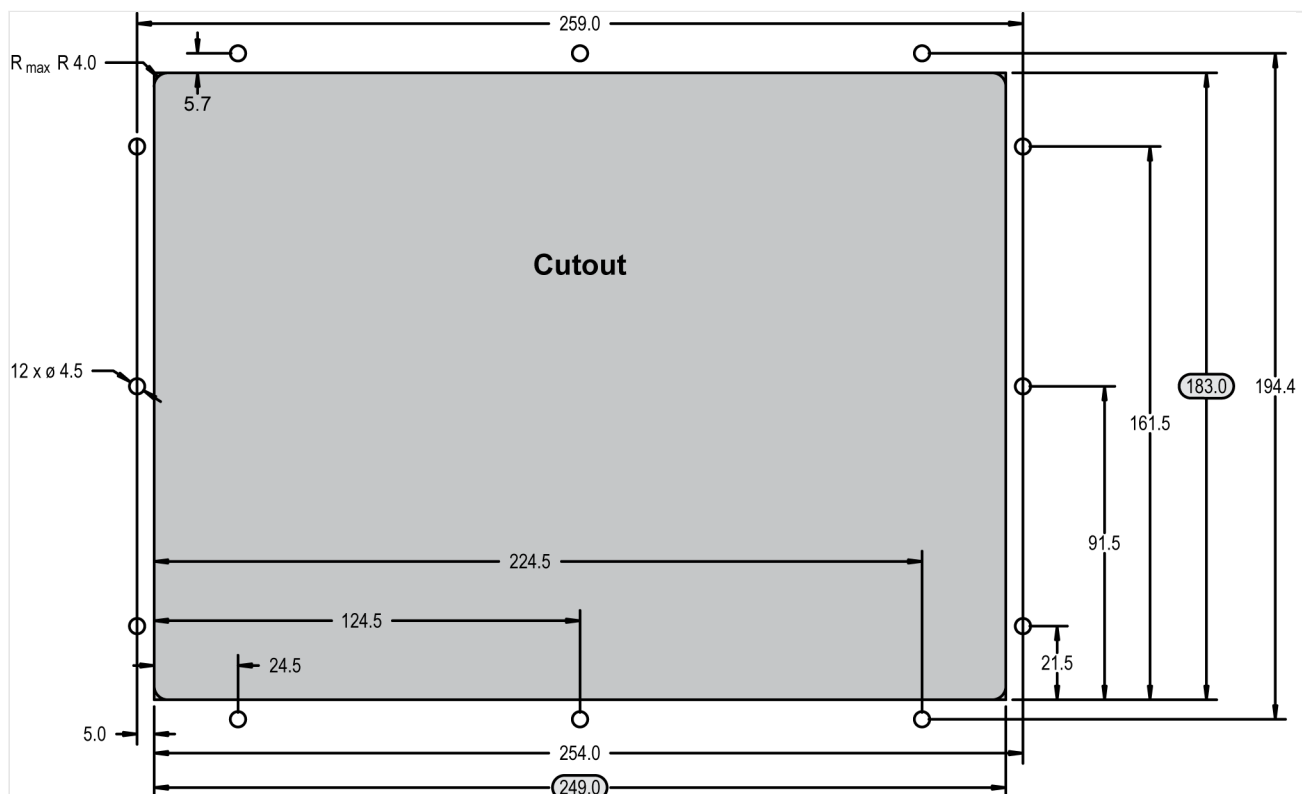

Fig. 16: Boîtier en plastique - Schéma de perçage
Le boîtier est équipé de 12 inserts (↳ Fig. 16) qui doivent tous être correctement serrés pour offrir le niveau de protection requis.
1. ▷ Découpez le panneau et percez les trous selon les dimensions indiquées dans la  Fig. 16 (dimensions en millimètres).